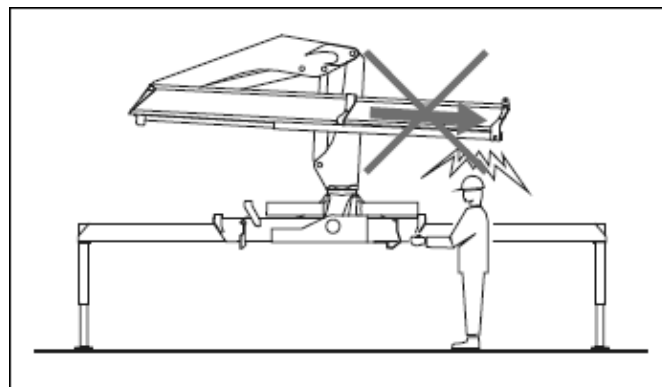

Figura 12. Sistema de prolongas
- No extender el sistema de prolongas hasta que la grúa esté desplegada. Si se extienden los brazos de extensión antes de que el brazo principal se encuentre en la posición izada, existirá peligro de accidente para el operador. Ver figura 12.